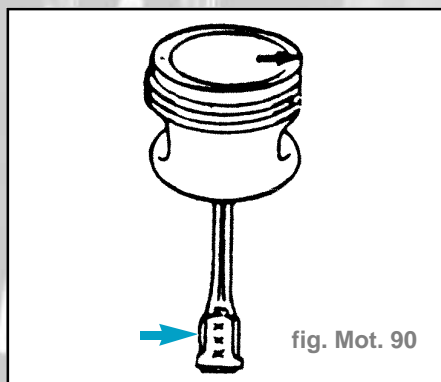

fig. Mot. 90
- Poser la bielle sur le piston de telle sorte que lorsque le numéro d'appariement est visible, la flèche indiquant le sens montage pointe vers la droite (fig. Mot. 90).